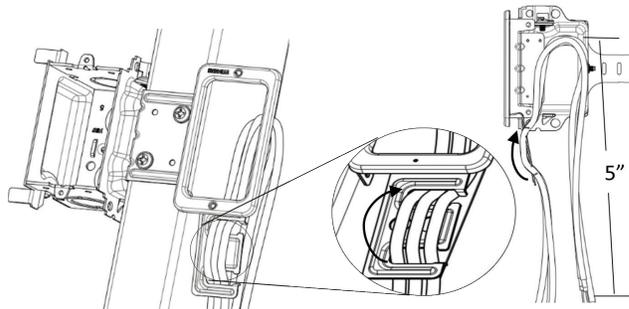

Figure 2
3. Bloquez les câbles basse tension dans la partie centrale en les passant comme le montre la Figure 2. Pour une connection optimale, vous devez laisser une longueur minimale de 5 pouces (12 cm) après le blocage.